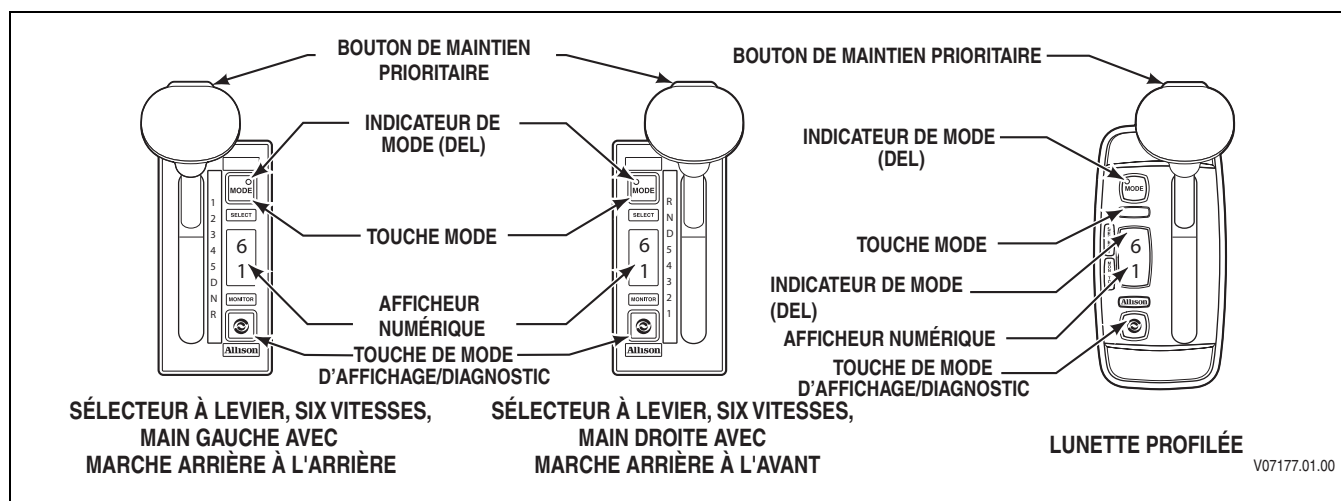

Figure 1-5. Sélecteur de vitesses à levier standard
B. Sélecteur de vitesses à levier (Figure 1-5)